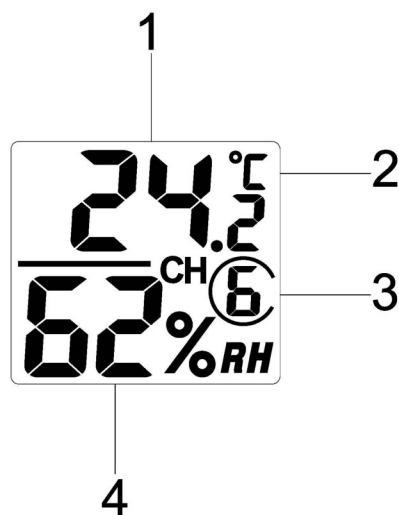

Abbildung 3
- 3) Kanalnummer: Die FT0303 unterstützt bis zu 8 Sensoren (siehe Abbildung 3)
- 7) Überprüfen Sie nun die richtige Kanalnummer sowie die Anzeige Celsius/Fahrenheit (s. Abbildung 3)